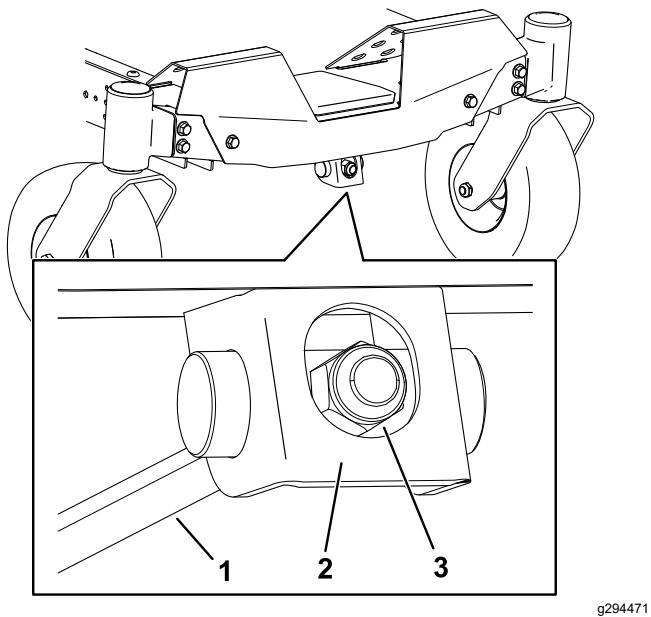

Figura 72
- Ruotate il dado di regolazione nella parte anteriore del tosaerba (Figura 72).